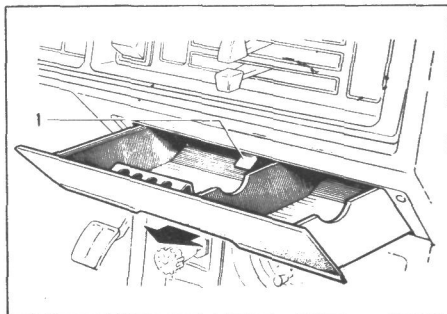

Рис. 8. Пепельница: 1 — пружинная защелка
**Пепельница** открывается вытаскиванием ее на себя. Для очистки пепельницу можно вынуть из гнезда, нажав на пружинную защелку 1 (рис. 8).